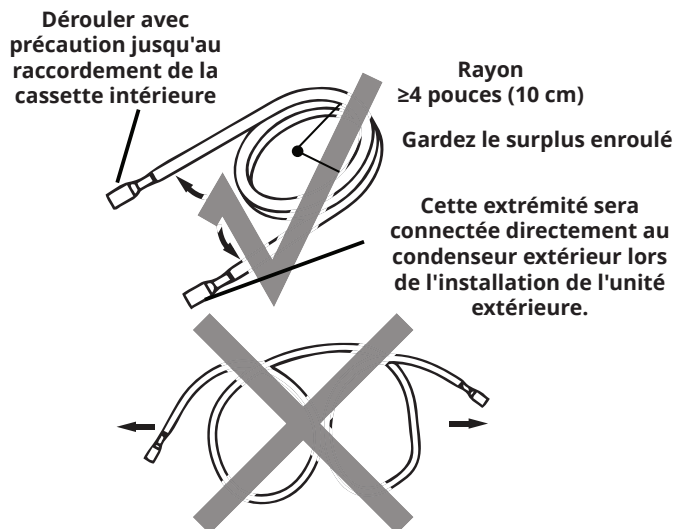

Figure 5.7
1. Tout en restant à l'extérieur, utilisez vos mains pour dérouler lentement la tuyauterie en cuivre d'une extrémité du jeu de lignes Quick Connect®. L'extrémité que vous déroulez se connectera à la tuyauterie de l'unité intérieure. Vous devez dérouler l'extrémité jusqu'à ce que les connecteurs soient presque plats sur le sol (avec peu ou pas de courbure). Si cela n'est pas fait, cela pourrait rendre le jeu de lignes difficiles à manœuvrer lors de l'alignement des connecteurs avec les points de connexion de la cassette. Ne déroulez que la quantité nécessaire pour votre application, et laissez l'excédent rester enroulé (voir la figure 5.7).
Lors du pliage de la tuyauterie de réfrigérant de connexion, le rayon de courbure doit être de 4 pouces. (Voir la figure 5.7)